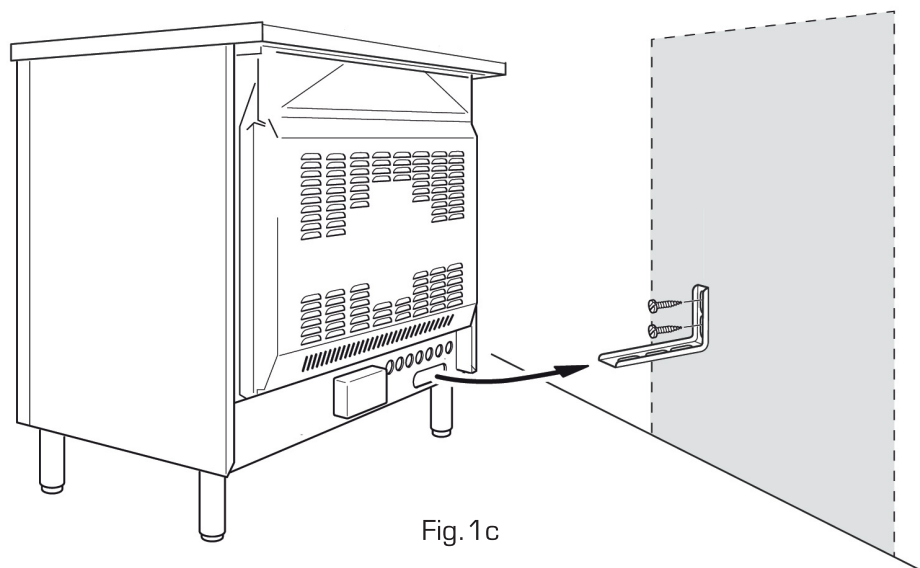

Fig. 1c
- Une fois que vous avez décidé où installer la cuisinière, faites deux marques sur le mur ; ces marques correspondent aux endroits où les 2 vis de l'équerre anti-basculément doivent être vissées. Suivez les indications présentées sur la **figure 1c**.
- Déplacez la cuisinière près du mur et ajustez la hauteur de l'équerre anti-basculément de sorte qu'elle puisse entrer dans l'emplacement prévu à l'arrière de la cuisinière, comme sur la **figure 1c**.